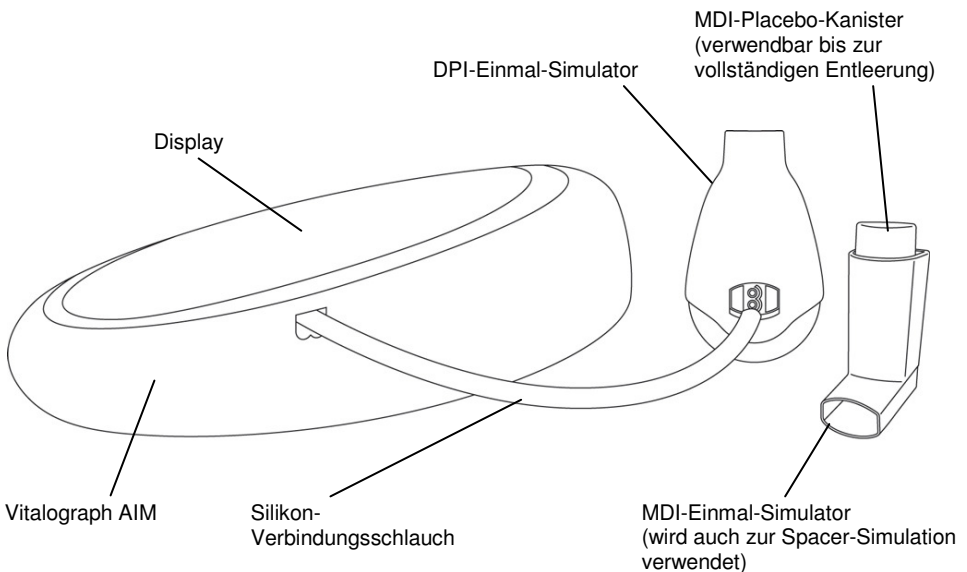

Abbildung 1: Komponenten des AIM
2. Schließen Sie den Silikon-Verbindungsschlauch (s. Abbildung 1) an die seitliche Buchse des AIM an.